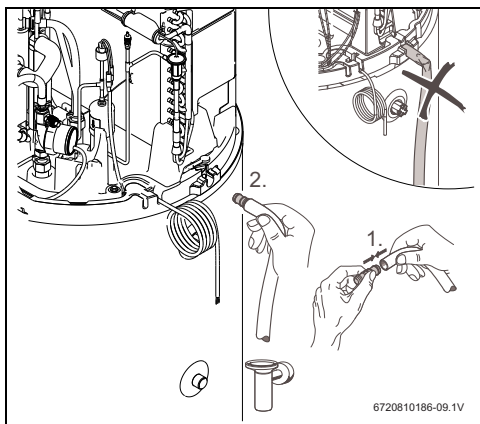

Fig. 12 Recogida de condensados
- ▶ Conectar el conducto de condensados a1) la salida de condensados (Fig. 12, [1]).
- ▶ Conducir los condensados a través de un sifón de salida (Fig. 12, [2]).